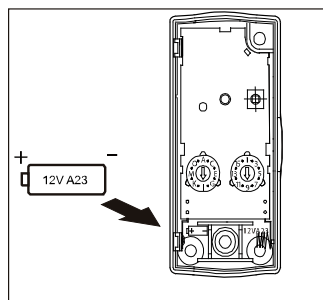

Fig. 6
4. Montér et 12 Volt batteri (A23) med rigtig polaritet, for at undgå ødelæggelse af dørtryk 23-570. Fig. 6.